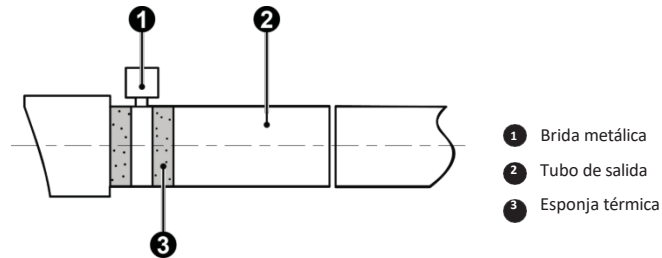
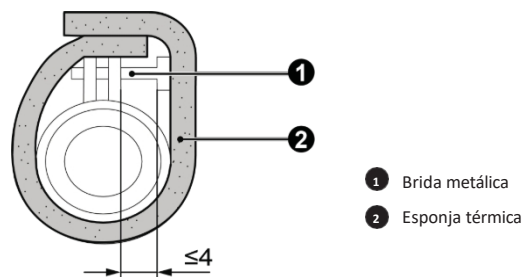

Fig. 4.9
Fig. 4.10
- 1 Introduzca el tubo de desagüe en el orificio de desagüe y fíjelo con cintas, véase la fig. 4.9.
- ① abrazadera metálica (accesorio) ② manguera de desagüe (accesorio) ③ cinta gris (accesorio)
- 3 Utilice la placa de sellado para aislar la abrazadera y el tubo; véase la fig. 4.10.
- ① abrazadera metálica (accesorio) ② esponja térmica (accesorio)